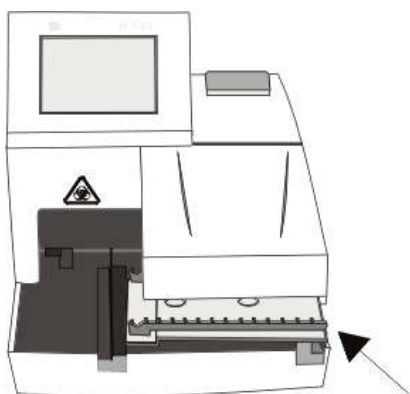

Рис. 2-4
2.3.2. Установка крышки транспортера (рис. 2-4)